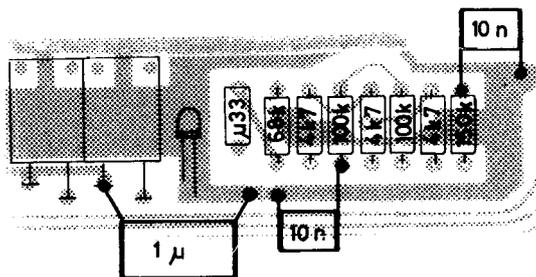

Bild 19.
1. Laut Bild 19 werden 3 Kondensatoren zusätzlich auf der Bestückungsseite zwischen Widerstandsreihe bzw. Lötstift und gezeichnete Leiterbahn (Masse) gelötet.